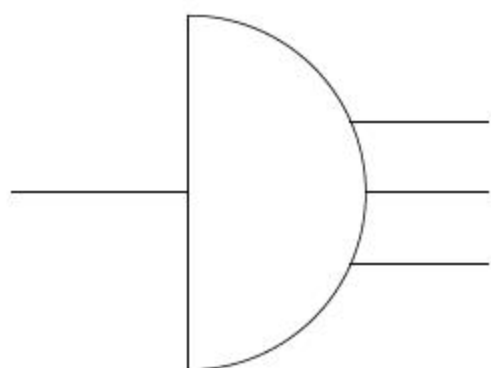

图8-123 延伸线段
- 06 调用EX【延伸】命令，延伸偏移得到的线段，使之与圆弧相接，结果如图8-123所示。